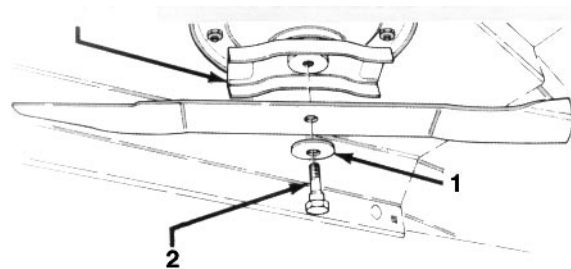

Fig. 13
2. Grip om enden av kniven med en klut eller en tykk hanske. Ta spesialskruen, skiven og kniven av spindelenheten (fig. 13).